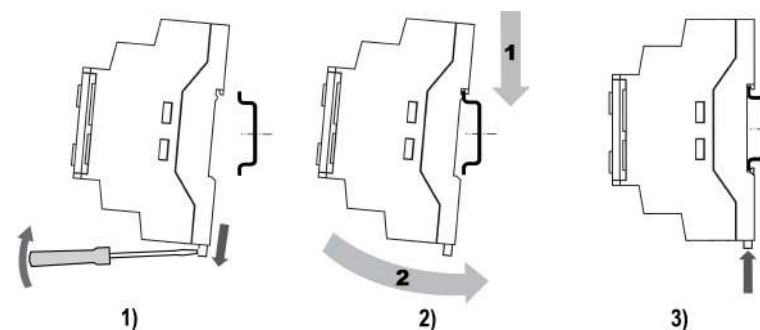

Рисунок 5.2 – Монтаж и демонтаж прибора
2. Вставив отвертку в проушину, оттянуть защелку (см. рисунок 5.2, 1).
3. Прижать прибор к DIN-рейке (см. рисунок 5.2, 2). Отверткой вернуть защелку в исходное положение (см. рисунок 5.2, 3)